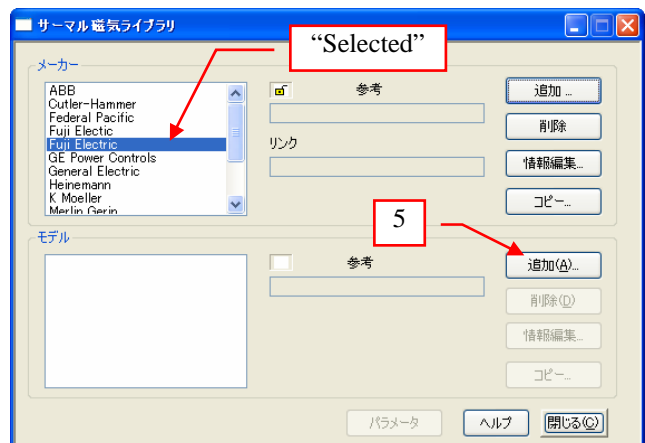

図 16
5. “メーカー” のページの “Fuji Electric” を選択し、“追加...” ボタンをクリックします。 図 16 参照